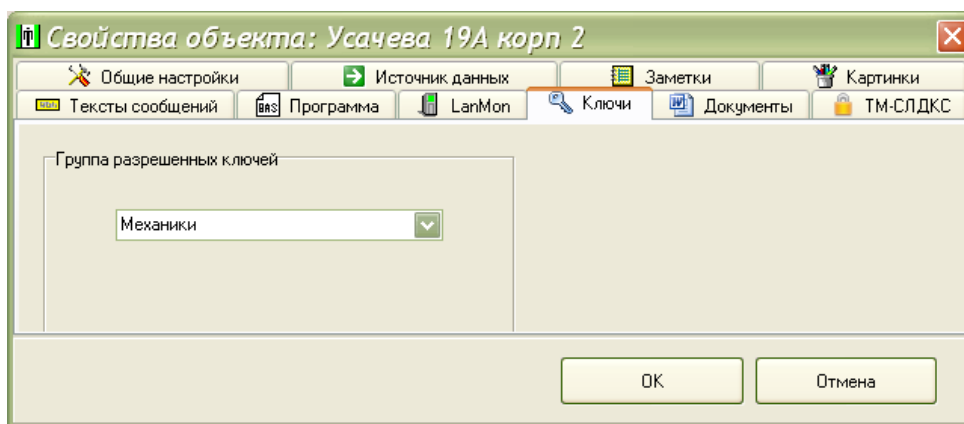

Рисунок 29
4) На вкладке «Ключи» из списка выбрать группу пользователей, которым разрешен вход в помещение через дверь, с которой связан блок ТМ-СЛДКС (рисунок 29).